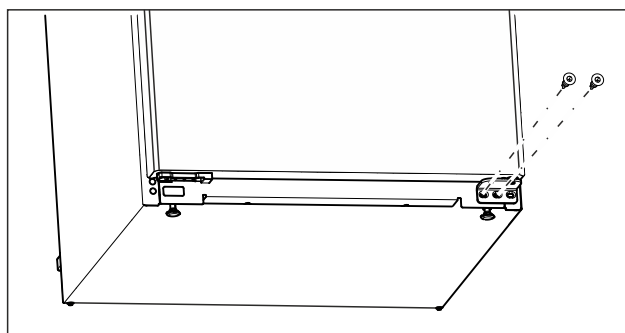

Fig. 15
- ▶ Wykręcić środkową śrubę przy dolnej płytce zawiasu śrubokrętem Torx 20. (patrz Fig. 15)
- ▶ Wykręcić wewnętrzną śrubę przy dolnej płytce zawiasu śrubokrętem Torx 20. (patrz Fig. 15)